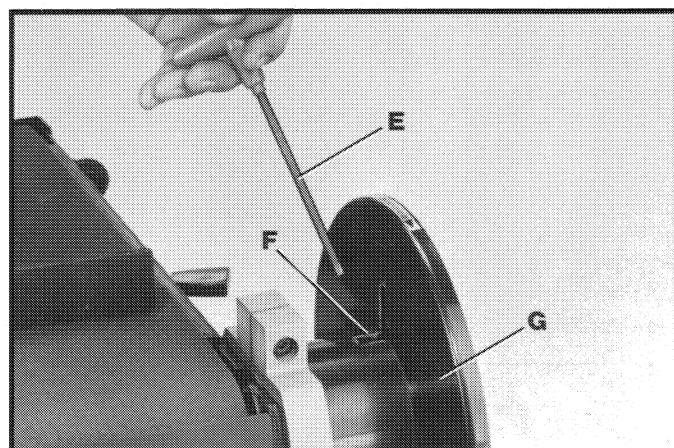

Fig. 11
3. Inserte la llave hexagonal (E) Fig. 11 hacia abajo a través de la ranura (F) en el dorso del protector de correa y polea (G), y apriete el tornillo de fijación que sujeta el plato del disco en el eje de marcha.